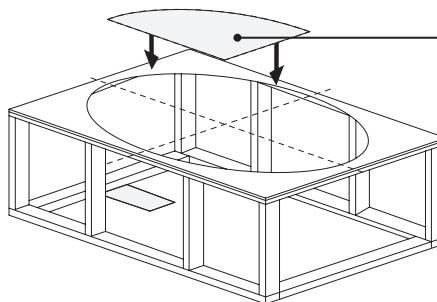

Fig. 4
1. Préparer le trou de découpe pour la baignoire à l'aide le modèle fourni (Figure 4)
- Positionner le gabarit de la baignoire de sorte que le désiré lignes directrices undermount sont alignés sur le rebord de la (Figure 4).